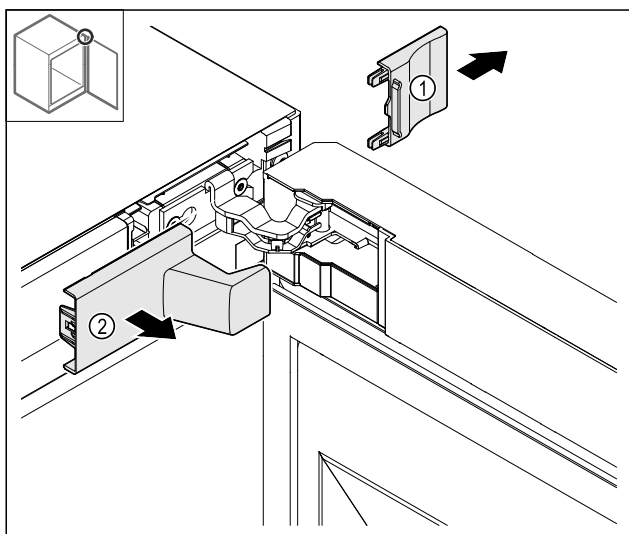

Fig. 8
- ▶ Снимите сначала крышку Fig. 8 (1), а затем Fig. 8 (2).